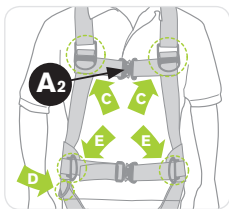

Figur 17
- Tilkobl den energjabsorberende fanglines karabiner til faldsikrings-fastgørelsespunktet afmærket A₁ (Se Figur 17). A₁ er det eneste fastgørelsespunkt, der vil aktivere Latchways PRD's redningsfunktion.